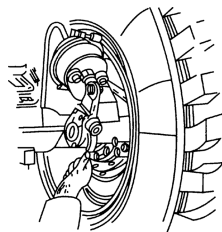

图 3-171 转动蜗杆
- 2) 先顺时针转动蜗杆轴使制动蹄与制动鼓之间的间隙消除,如图 3-171 所示。